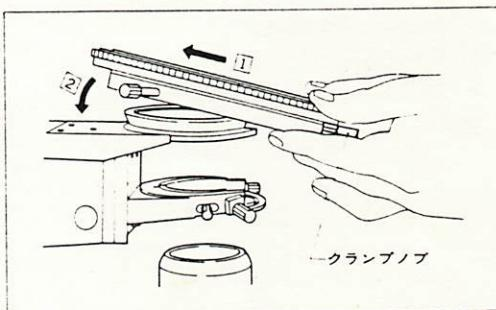

図5
- 3) 図5-1のようにクランプノブを手前にしてその先端をサブステージの丸アリに押しつけながら、図5-[2]のように回転ステージを丸アリにはめ込みます。